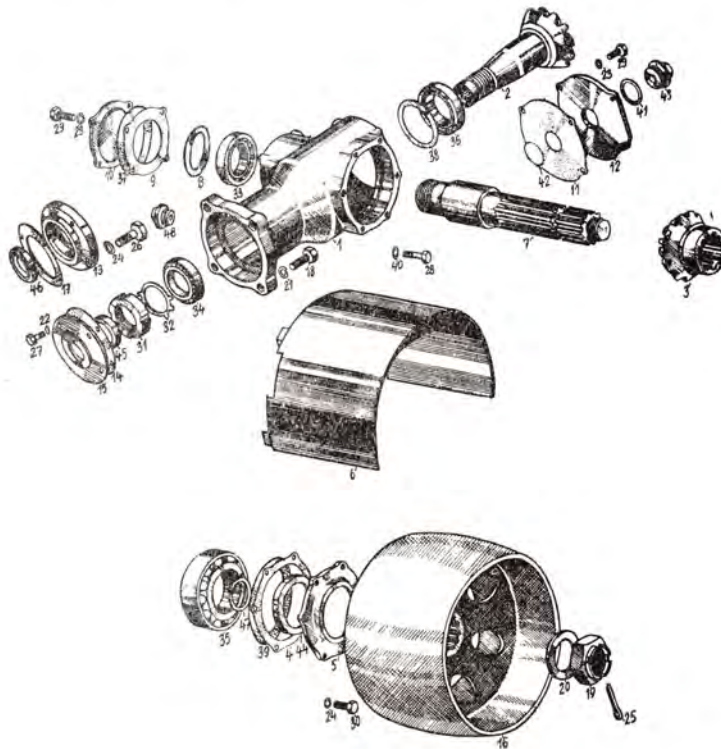

Abb. 143
2. Die Riemenscheibe ist auf die Nuten der Zapfwelle aufzuschieben und mit 4 Schrauben M 12 (Abb. 143/18) an den Haupttriebekasten anzuschrauben.
1. Ol ist durch Ausschrauben der Ablassschraube (Abb. 143/43) aus dem Deckel (Abb. 143/12) abzulassen.
2. Der Splint (Abb. 143/25) ist aus der Welle herauszuschieben, die Mutter M 30 (Abb. 143/19) auszuschrauben und die Unterlagscheibe (Abb. 143/20) abzunehmen. Von den Nuten der Welle ist die Riemenscheibe (Abb. 143/16) abziehen.
3. Sechs Schrauben M 10×25 samt Unterlagscheiben (Abb. 143/30) sind auszuschrauben. Dadurch wird der Deckel (Abb. 143/5) mit der Wellendichtung samt Riemenscheibenabdeckung (Abb. 143/44, 4) gelockert.
4. Der Deckel (Abb. 143/10) ist durch Abschrauben von 4 Schrauben M 8 (Abb. 143/29) mit Dichtung (Abb. 143/9) abzuheben und der Distanzring (Abb. 143/8) mit Distanzunterlagscheiben abzunehmen.
5. Die Welle (Abb. 143/7) mit dem Innenring des Kegelrollenlagers 30208 ist aus den Nuten des angetriebenen Kegelrades herauszuschieben.
7. Vier Schrauben M 8 sind auszuschrauben und der Deckel (Abb. 143/12) samt Dichtung ist abzunehmen.
8. Vier Schrauben M 6 mit Unterlagscheiben sind auszuschrauben. Dadurch wird die Abdeckung (Abb. 143/15) mit Wellendichtung und Dichtung der Abdeckung gelost.
9. Die Mutter KM 9 (Abb. 143/31) des Kegelantriebsrades (Abb. 143/2) ist zu entsichern, auszuschrau-